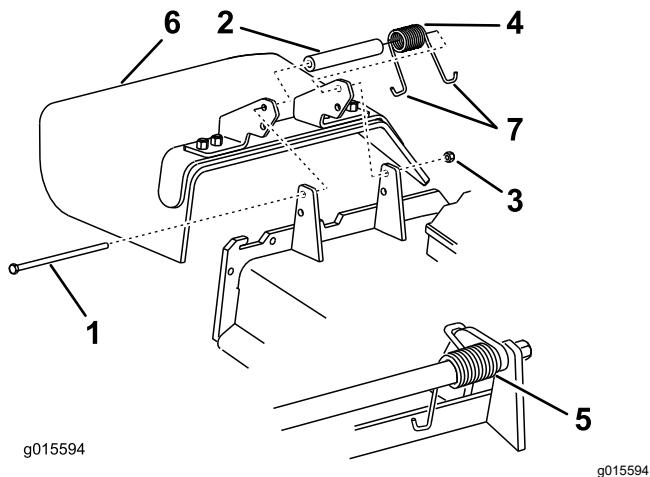

Figura 87
1. Retire la contratuerca, el perno, el muelle y el espaciador que sujetan el deflector a los soportes de pivoté (Figura 87).
**Nota:** Asegúrese de colocar un extremo con gancho en J del muelle detrás del reborde de la carcasa antes de instalar el perno, según se muestra en Figura 87.
6. Coloque 1 extremo en J del muelle alrededor del deflector de hierba (Figura 87).